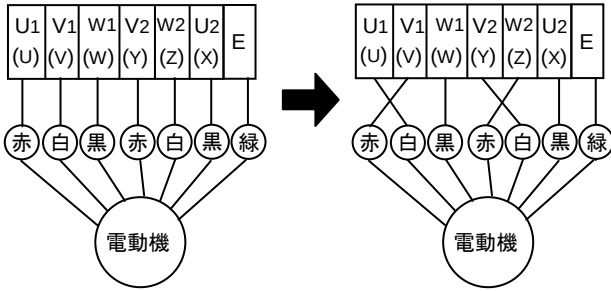

図 6
- 2) 次に回転方向を確認してください。ポンプを運転し、吐出し量が少なく異常音を発する場合は、逆回転ですから、三相のうち二相を入れ替えてください。（図 6 参照）